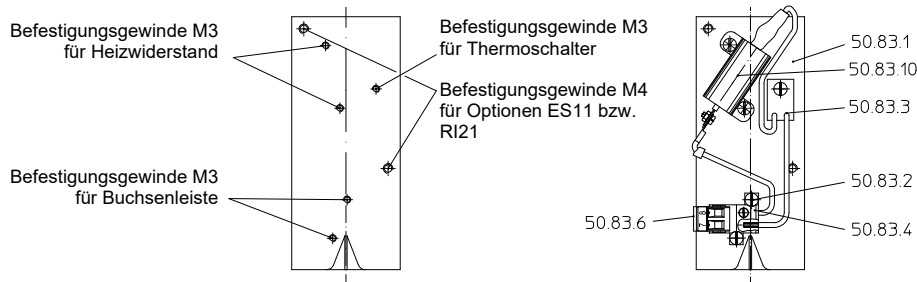

Bild 14: Einbau Heizung ARI-PREMIO® 2,2-15 kN
- Komplett montierte Heizungs-Baugruppe (auf Haltewinkel) mit den mitgelieferten Schrauben an der dafür vorgesehenen Stelle auf der Getriebeabdeckplatte befestigen (Bild 14).